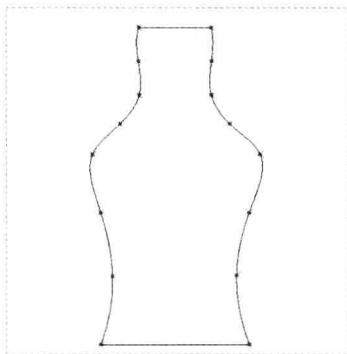

图 2-102 绘制样条曲线 2
Step 04 用与上同样的方法, 绘制右侧的样条曲线, 单击鼠标中键, 完成样条曲线的绘制, 如图 2-102 所示。